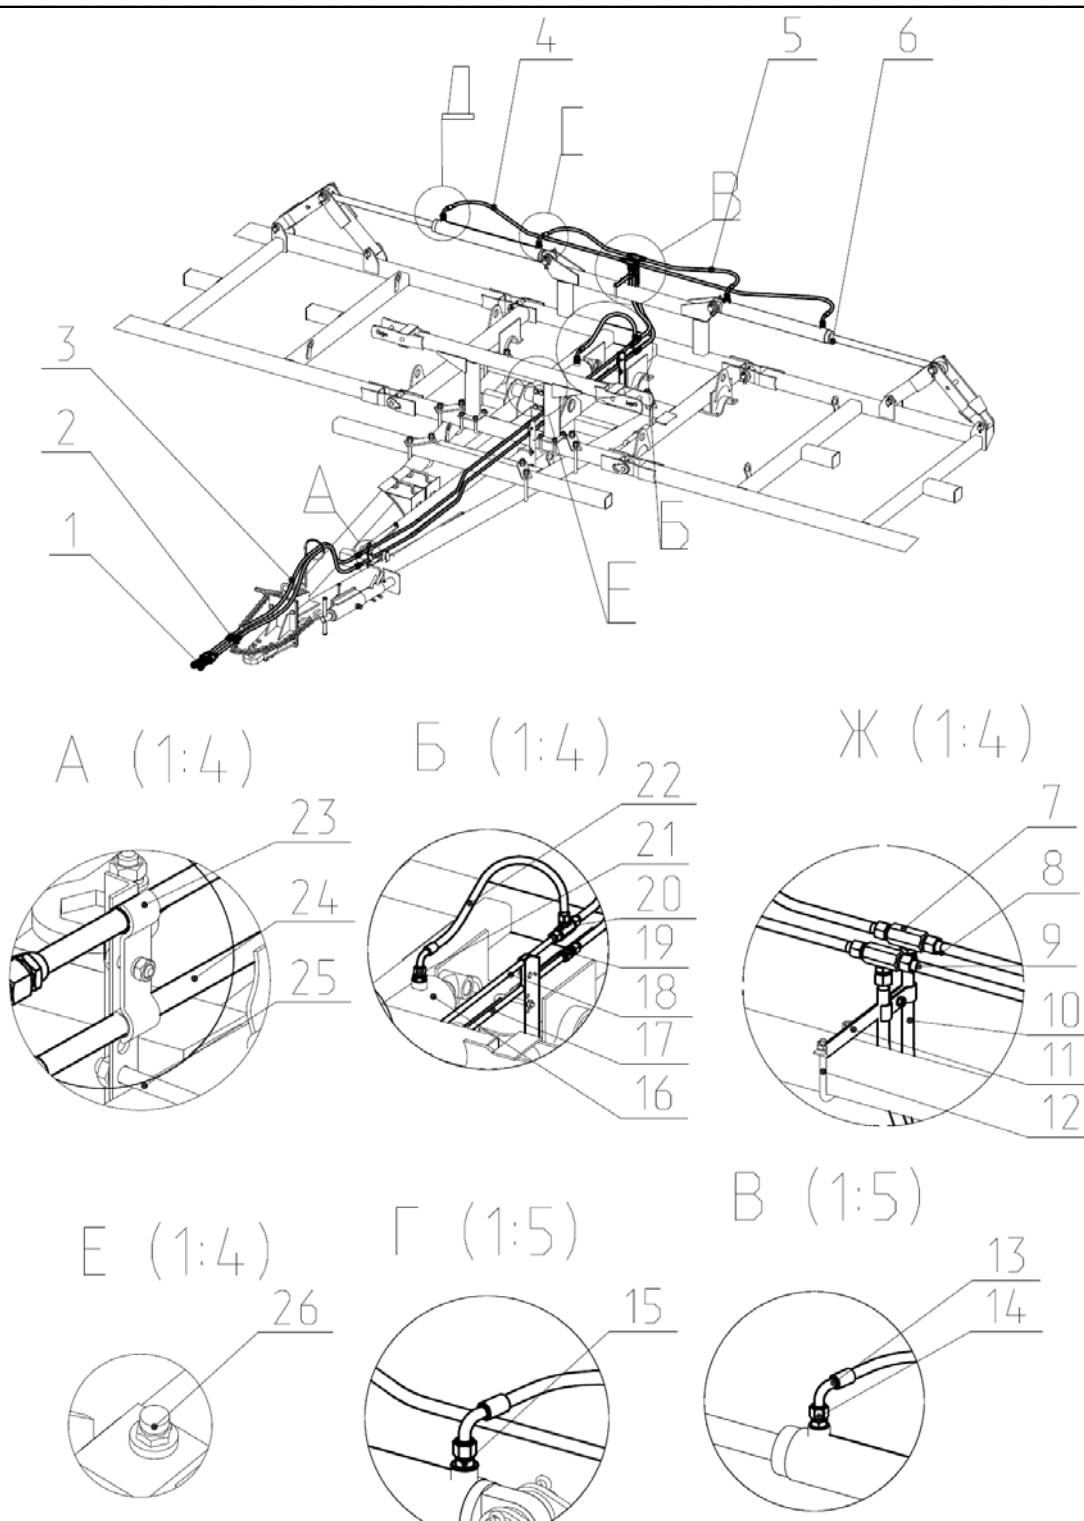

Рис.23 Гидросистема культиватора КСП-6.
2.20 Гидросистема культиватора (Рис.23) состоит из трех гидроцилиндров с одной парой выводов к трактору.